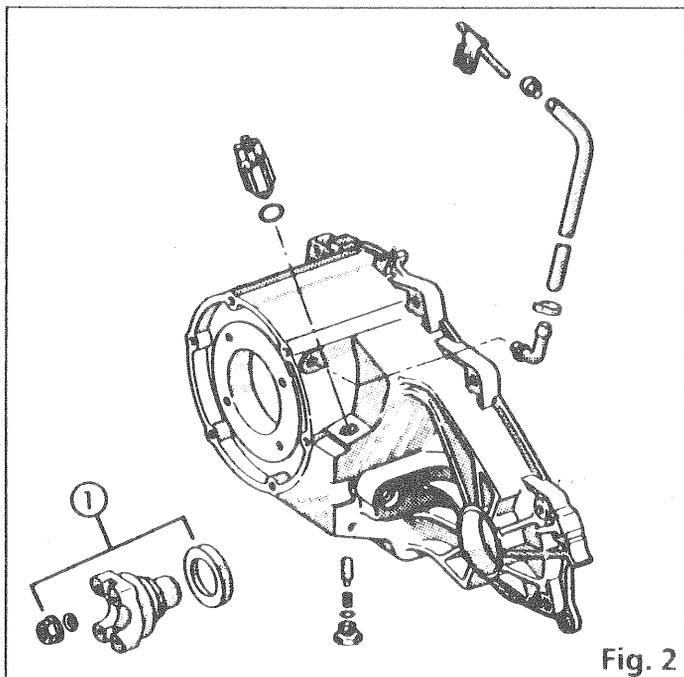

Fig. 2
- Déposer la bride et son joint. (Fig. 2, repère 1).